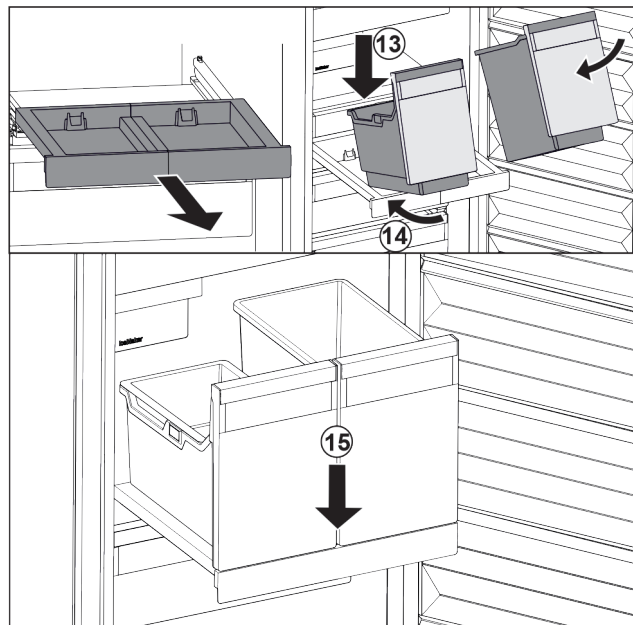

Fig. 144
- Stavite spremnik ukoso na izvlačnu ploču. Fig. 144 (13)
- Gurnite spremnik ukoso prema natrag. Fig. 144 (14)
- Spustite spremnik naprijed. Fig. 144 (15)